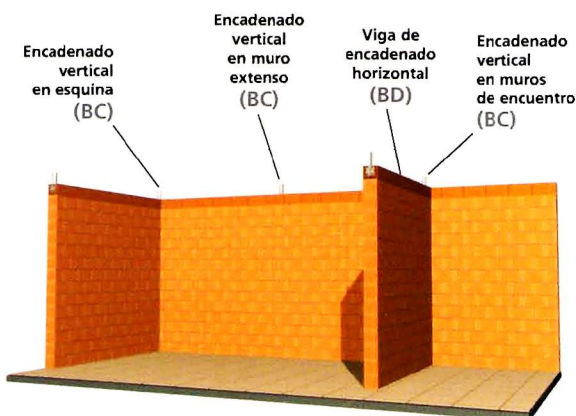

Fig. 7 Ubicación de Bloques Columna.
¿Dónde se colocan? (Fig. 7)
2. En la primera hilada de bloques, ya se utiliza el bloque columna de acuerdo a lo indicado anteriormente (Fig. 7).